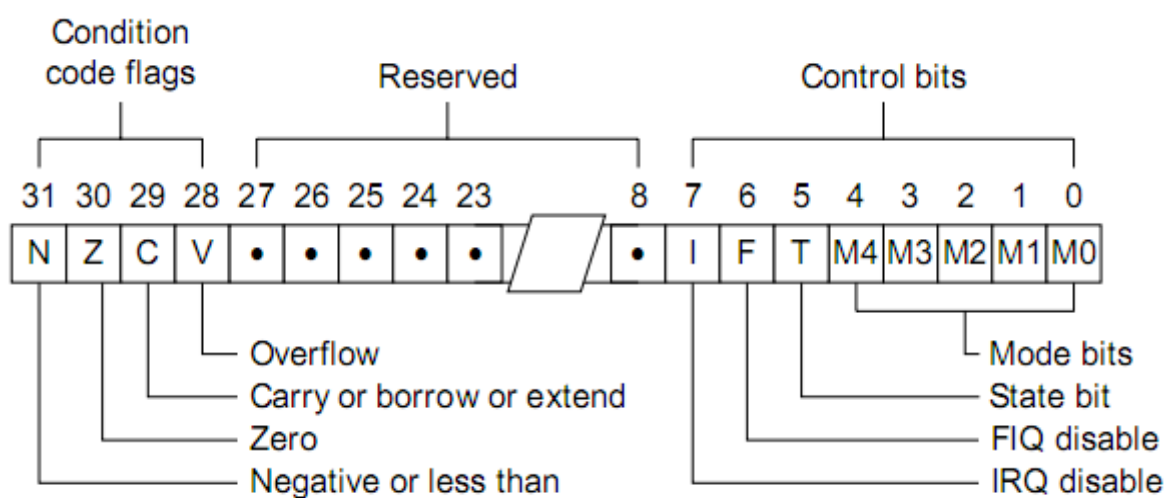

Рисунок 2 — Регистр состояния программы.
Большинство команд ARM набора являются трех-адресными и условными. Это означает, что помимо кода операции в команде указывается дополнительно 4 бита, соответствующие сочетанию флагов регистра состояния программы (рисунок 2). Команда выполняется только в том случае, если флаги соответствуют заданному в команде условию. Дополнительно в команде присутствуют бит S, указывающий на необходимость модификации флагов после выполнения команды. Например по команде сложения с кодом E0810000: ADD R0,R1,R0 будет выполнено сложение регистров R0 и R1, а результат будет помещен в регистр R0. Первая тетрада (E) указывает на условие выполнения AL (выполнять всегда).